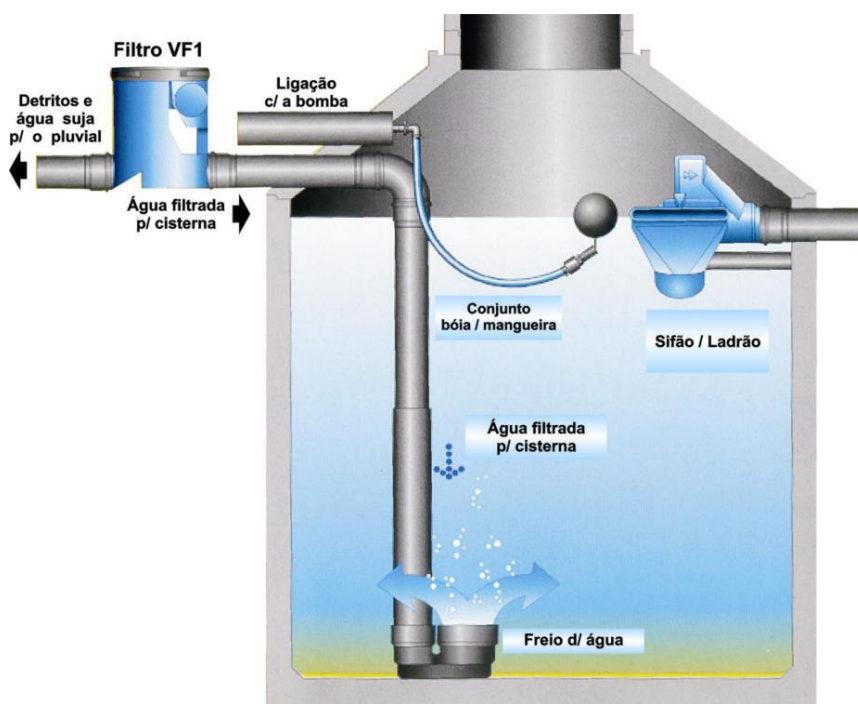

Figura 2
3) O descarte das folhas e parte da água, que deve ser direcionado para o pluvial (eventualmente, dependendo do terreno, pode ser jogado novamente no terreno para haver absorção pelo solo) é através da saída oposta a entrada de água filtrada para a cisterna. (Figura 2). A conexão é feita com uma luva de 100 mm de PVC.
6) O freio d'água é instalado no fundo da cisterna, sendo conectado ao filtro através de um cano de 100 mm de PVC. (Figura 2)
7) O sifão é instalado na parte mais alta da cisterna, com o sifão na parte de dentro, e o cano para fora, funcionando como ladrão. É importante, na instalação do sifão, certificar se o mesmo não vai girar, para isto fixá-lo bem na parede da cisterna. (Figura 2) **O sifão deve sempre estar instalado a 5cm de desnível em relação à entrada de água no reservatório. (Figura 2)**
8) Para recalcar a água da cisterna, deve-se usar uma bomba que vai estar engatada no conjunto bóia-mangueira, usando uma bóia de nível elétrica para que a bomba só funcione se houver água dentro da cisterna. (Figura 2)